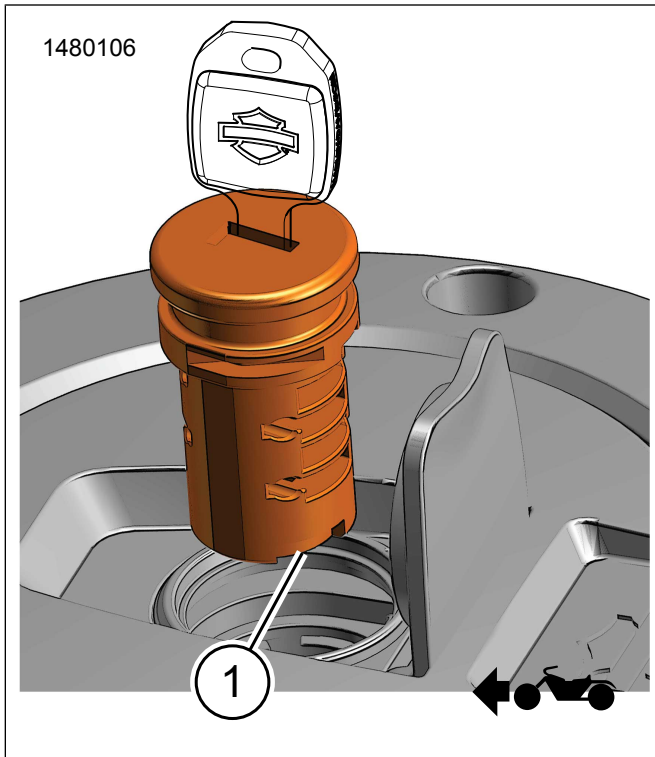

Figure 9. Orientation du cylindre de verrouillage
- Voir la Figure 9. Orienter l'encoche du cylindre de verrouillage (1).